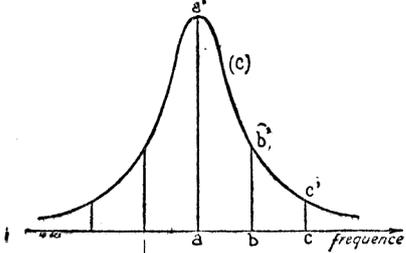

FIG. 1. — Type de courbe de sélectivité.
Ainsi, considérons le cas d'un amplificateur accordé sur 472 kc/s, et représentons les amplitudes des oscillations amplifiées (lorsqu'il s'agit des fréquences de 472, 480, 488 kc/s) respectivement par les longueurs aa' , bb' , cc' (fig. 1). La courbe de sélectivité sera de la forme indiquée en (C).
Sur l'écran apparaîtra alors (cf. fig. 4 B) une plage lumineuse dont les contours, supérieur et inférieur, reproduisent la courbe de sélectivité de la figure 1.